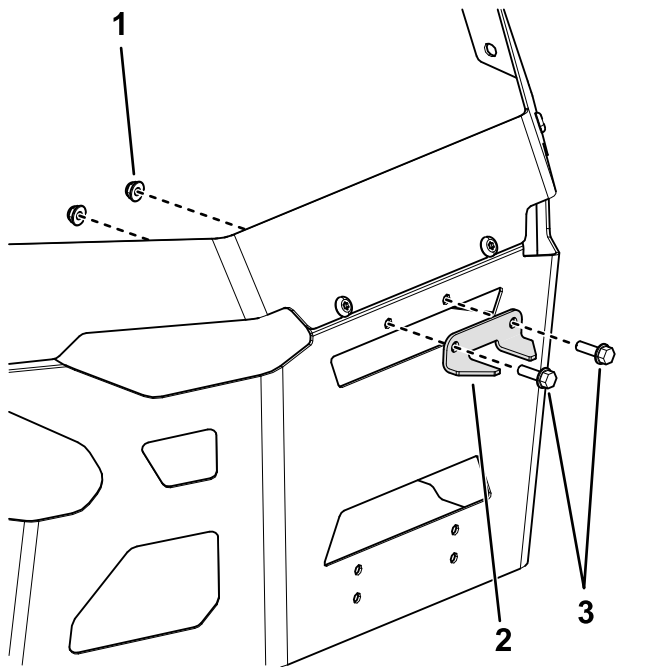

Figura 5
1. Montate la staffa di stabilizzazione sulla protezione utilizzando 2 bulloni ($\frac{5}{16}$ " x 1") e 2 dadi di bloccaggio ($\frac{5}{16}$ ") come illustrato nella Figura 5.